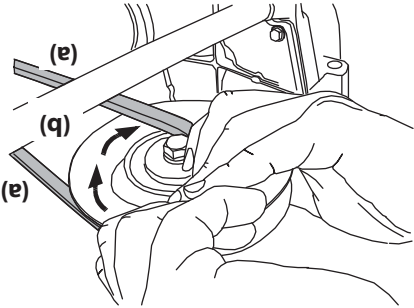

Figure 4-11
- d. Tenez la courroie (a) et continuez à tourner la poulie de la prise de force (b) jusqu'à ce que la courroie (a) soit complètement dégaie de la poulie (b). Voir la Figure 4-11.
- e. Abaissez le plateau de coupe au sol avec la manette de relevage du plateau. Voir la Figure 4-11.